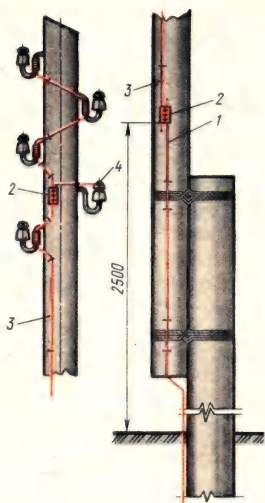

Рис. 10. Повторное заземление нулевого провода на опоре ВЛ:
**Повторное заземление.** Когда для электроприемников требуется защитное зануление, потребителю следует соорудить повторное заземление нулевого провода. Однако потребитель может его не делать, если повторное заземление есть на опоре ВЛ (рис. 10) и длина ответвления не превышает 10 м. Повторное заземление на ВЛ